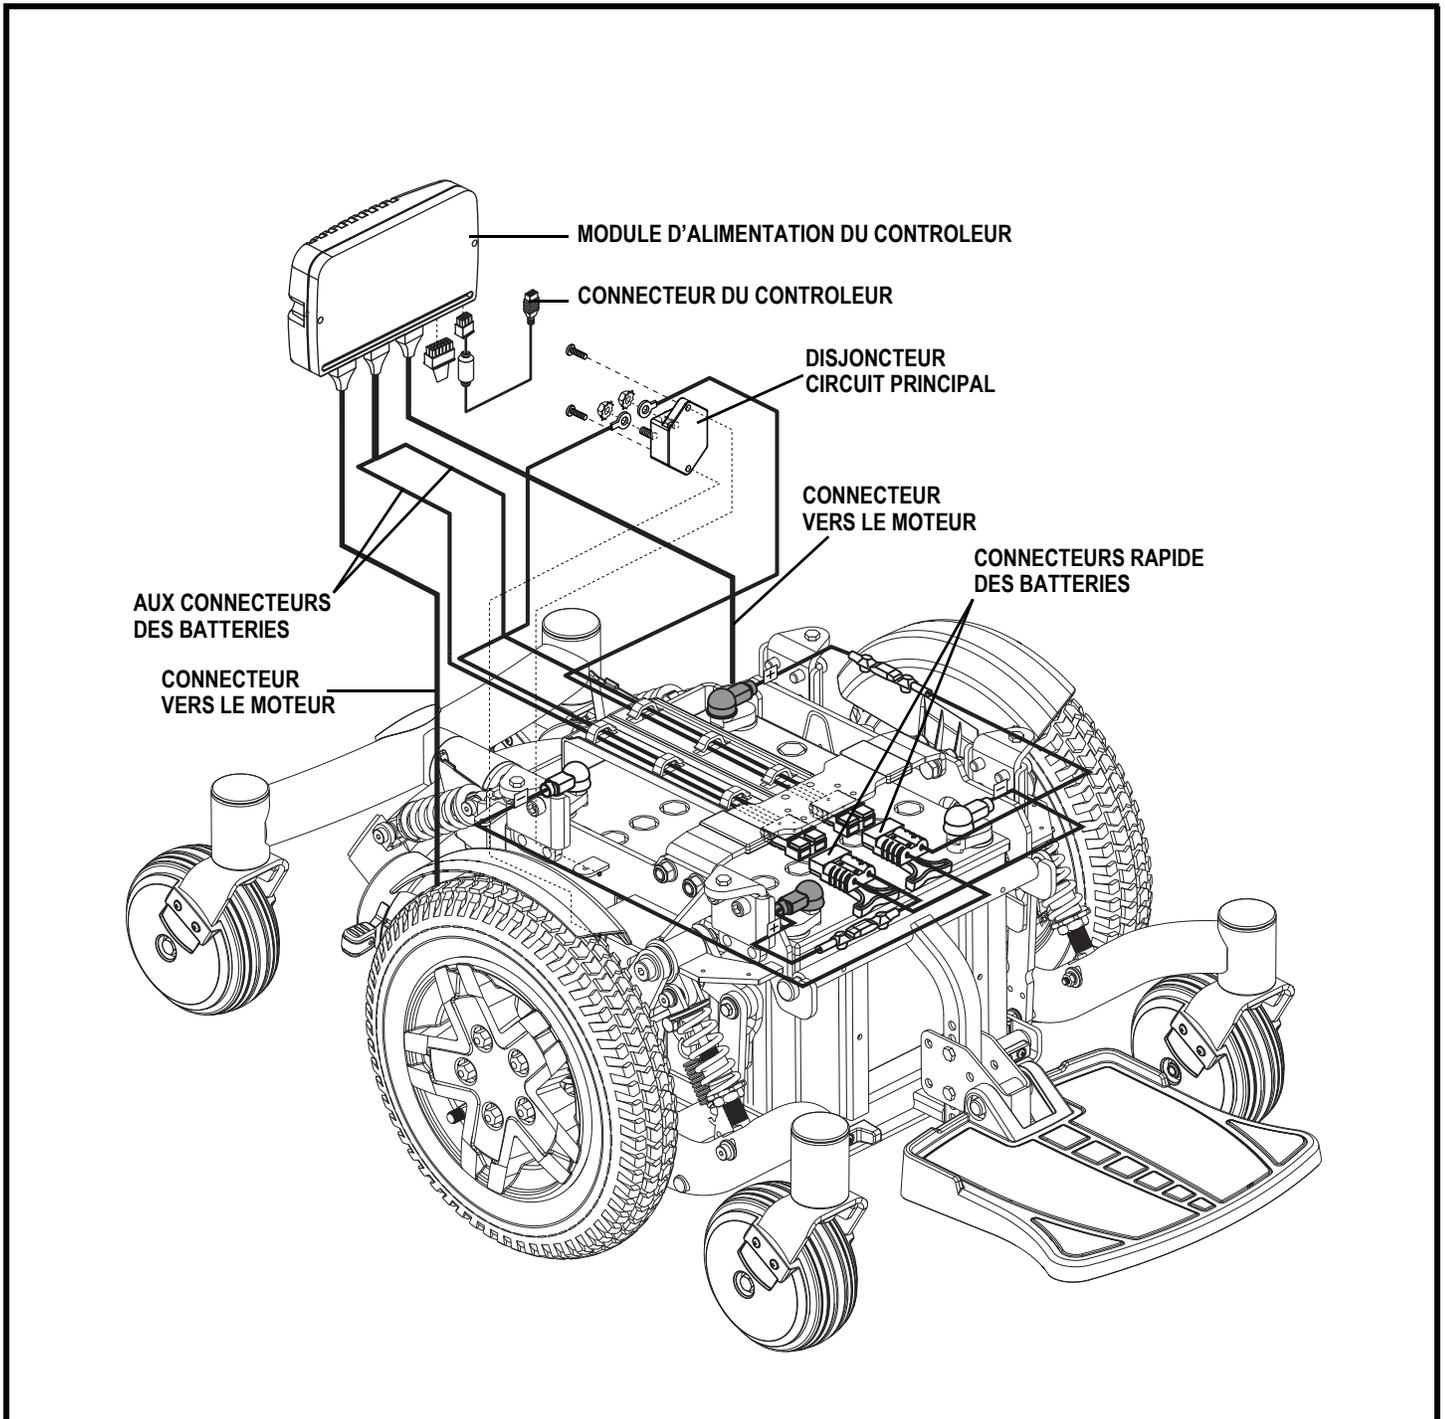

Figure 6. Composantes électroniques du Q6 Edge HD
Les composantes électriques sont le contrôleur, les batteries et les moteurs. Les batteries, les moteurs et le module d'alimentation du contrôleur (si équipé) sont situés sur la base motorisée. Le contrôleur est situé sur le module de siège. Les composantes sont reliées entre elles à l'aide de un ou plusieurs câbles. **Voir la figure 6.**
5. Branchez le connecteur du contrôleur dans la base motorisée. **Voir la figure 6.**
3. Débranchez le/les connecteur(s) du contrôleur de la base motorisée. **Voir la figure 6.**